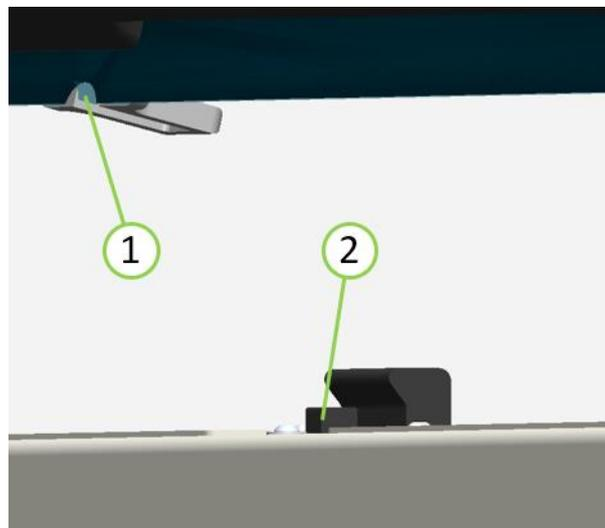

Figure 12: Contournement du verrouillage
Dans ce cas, l'utilisateur peut contourner le verrouillage à l'aide d'un tournevis par l'ouverture (1) de la Figure 12 du couvercle principal en poussant vers le bas le verrou à ressort (2) et en tirant le couvercle principal vers le haut.